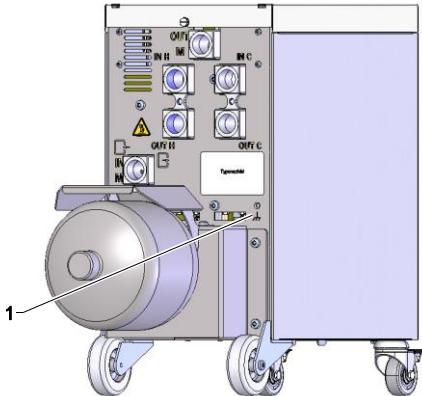

Bild 16: Funktionsjord
Stora EMK-störningskällor i närheten av omkopplingsenheten kan påverka dess funktion negativt. I så fall måste omkopplingsenhetens hus jordas med jordledning (funktionsjordens anslutningspunkt se (1) Bild 16).